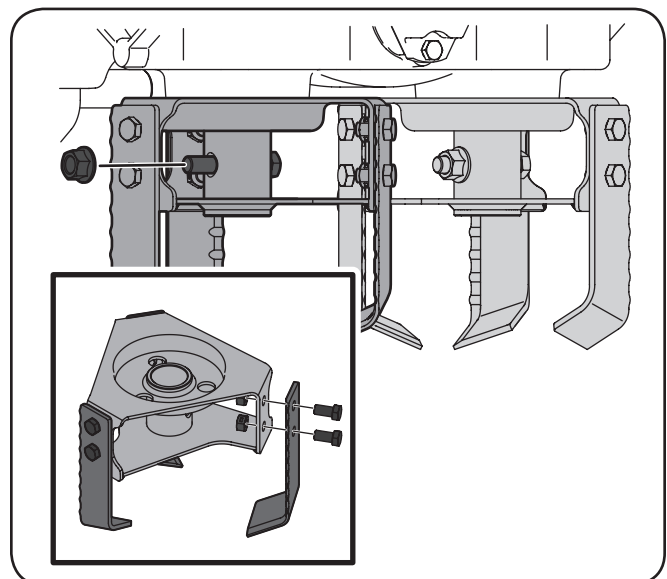

Figura 7-6
3. Para retirar un conjunto de dientes, simplemente retire el tornillo hexagonal y la tuerca de seguridad de brida tal como se muestra en la Figura 7-6. Retire el tornillo hexagonal y deslice el conjunto hacia afuera del eje de los dientes.
5. Instale los conjuntos de dientes en el eje de dientes adecuado con el tornillo hexagonal y la tuerca de seguridad de brida tal como se muestra en la Figura 7-6.